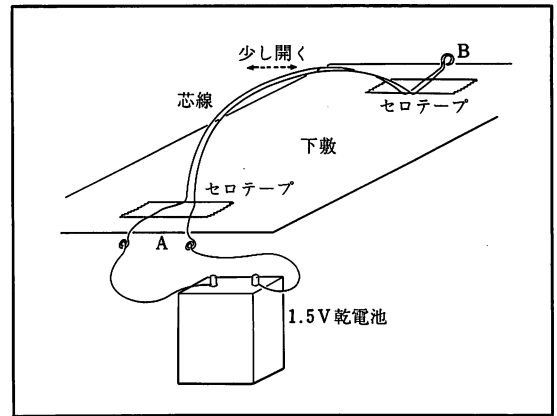

図15. 逆方向の電流どうしの間にはたらく力
下敷に芯線を山なりに往復させて、セロテープでとめる。(図15、16) その一端Aは接触しないように分け、他端Bはまとめる。
- (a) 乾電池をA端のそれぞれにつないで電流を流すと(図15)、逆方向電流となって反発し、芯線の間がわずかに開く。